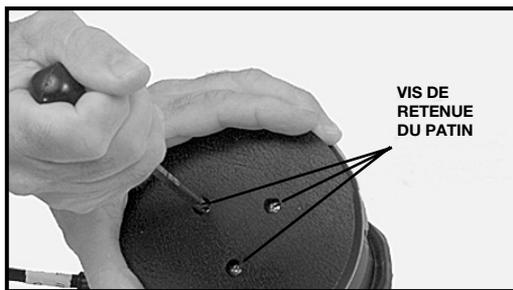

Fig. 9
2. Saisissez le patin à la main et utilisez un tournevis à empreinte cruciforme pour retirer trois vis de retenue du patin, Fig. 9 (tournez les vis en sens anti-horaire pour enlever).